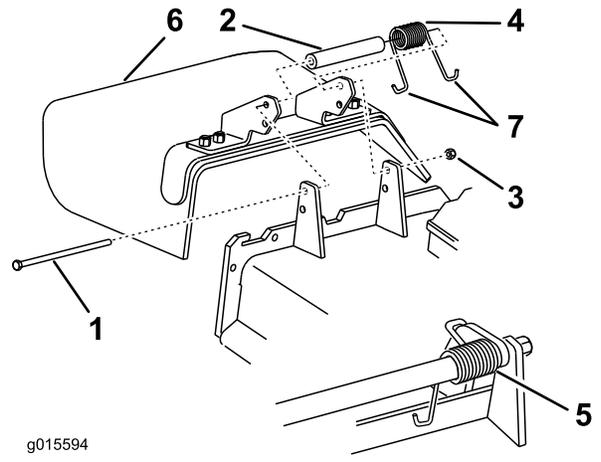

Figura 98
1. Retire la contratuerca, el perno, el muelle y el espaciador que sujetan el deflector a los soportes de pivote (Figura 98). Retire el deflector de hierba dañado o desgastado.
Nota: Asegúrese de colocar un extremo en **J** del muelle detrás del reborde de la carcasa antes de instalar el perno, según se muestra en Figura 98.
3. Instale el perno y la tuerca. Coloque un extremo en **J** del muelle alrededor del deflector de hierba (Figura 98).